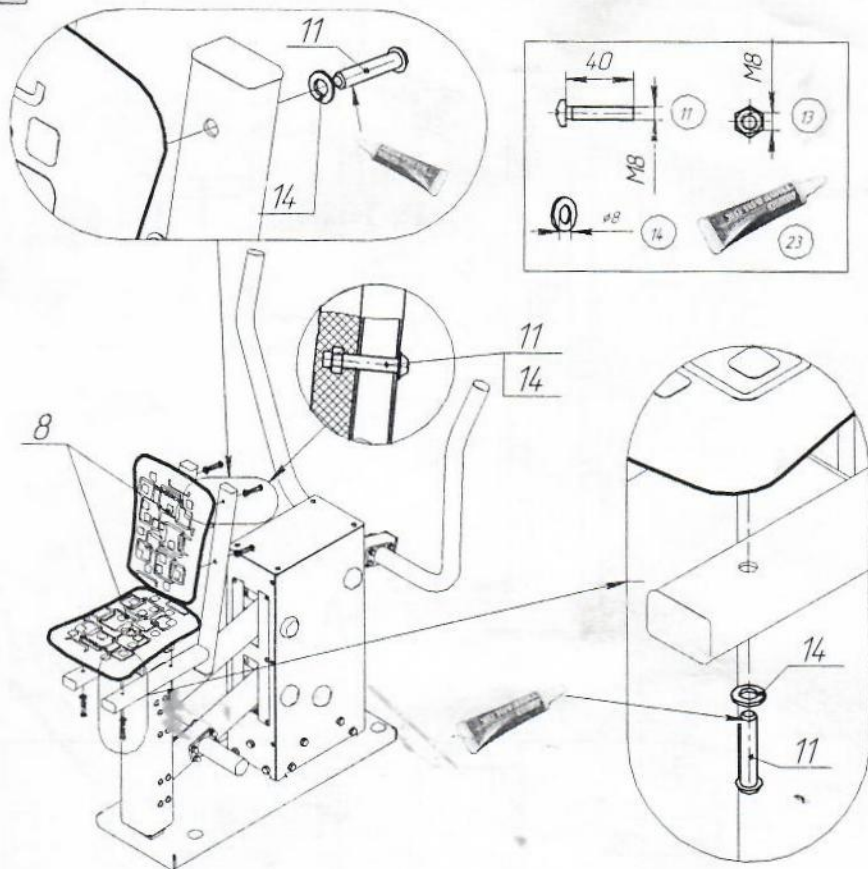

Рис.8
12.3.3.2.2.3 Установить пластиковые сиденья (рис.8) при помощи винтов поз.11 и шайб поз.14.